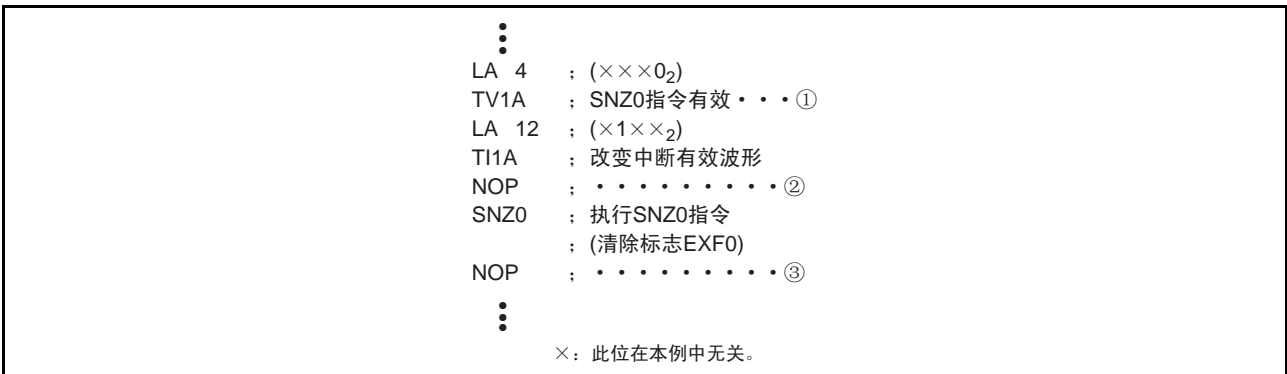

图 70 外部 0 中断程序例子 3
- 在改变寄存器I1的bit2的内容时，根据D₅/INT引脚的输入状态，外部0中断请求标志（EXF0）有可能被置“1”。为了防止产生预料外的中断，必须在将中断控制寄存器V1的bit0清“0”（图70①）后，改变寄存器I1的bit2的内容。而且，必须在间隔一条以上的指令后（图70②）执行SNZ0指令，将标志EXF0清“0”。另外，考虑到由SNZ0指令引起发生跳越的情况，必须在SNZ0指令之后插入NOP指令（图70③）。